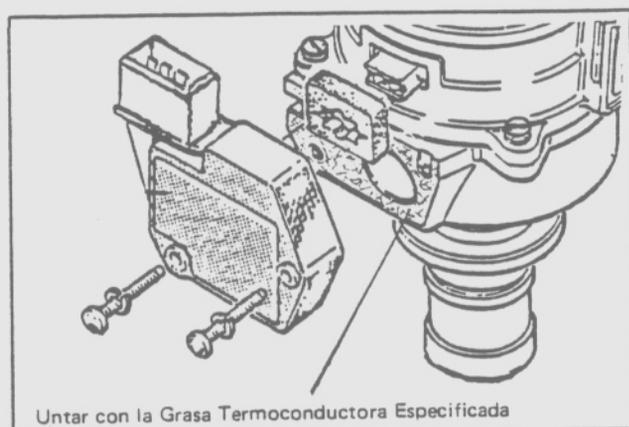

Fig. 13 - Montaje del módulo de ignición
- Montar el módulo de ignición (Fig. 13)